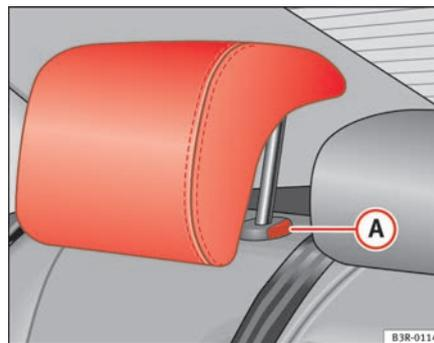

Fig. 113 Plazas laterales del asiento trasero: Apoyacabezas
- Oprima el botón **A** ⇒ página 149, fig. 113 y descienda el apoyacabezas.
- Apriete la tecla **A** ⇒ página 149, fig. 113 y, al mismo tiempo, extraiga el apoyacabezas.